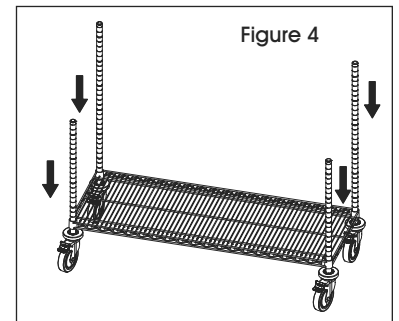

Figure 4
4. Assurez-vous que les montants les plus longs sont situés à l'arrière et les montants les plus courts, à l'avant. Insérez les montants par le dessous de la tablette plate et faites glisser la tablette jusqu'à ce qu'elle s'appuie sur les supports. (Voir Figure 4)